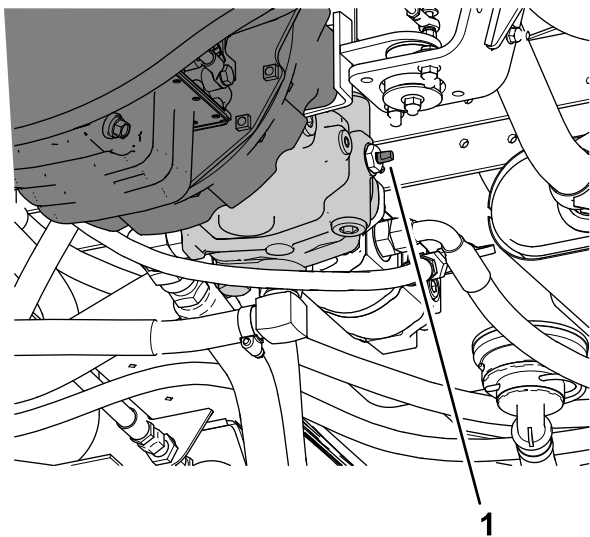

Figura 93
3. Gire la válvula de remolcado (Figura 93) 90° en cualquier sentido para abrirla.